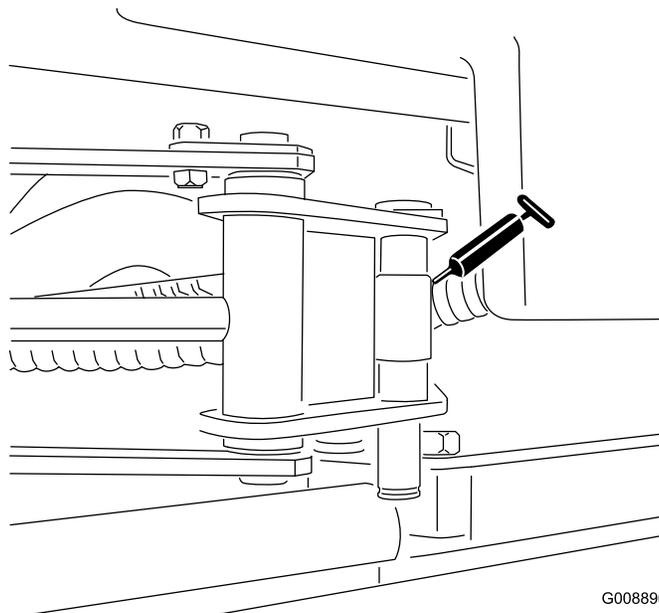

Figura 38
- Extremidades do cilindro do SideWinder (2) (Figura 38)